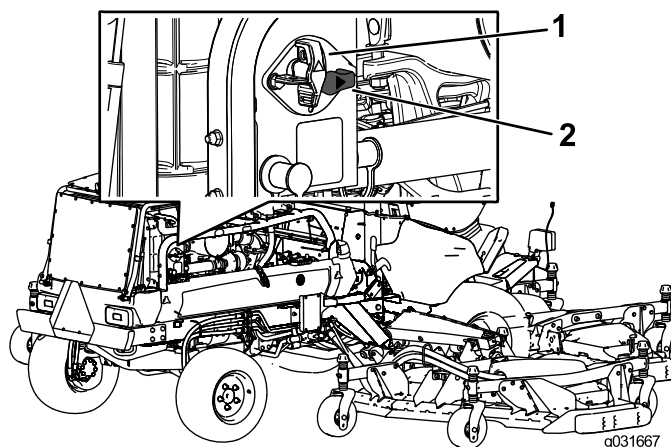

Figura 2
5. Gire el interruptor de desconexión de la batería a la posición de APAGADO (Figura 2).